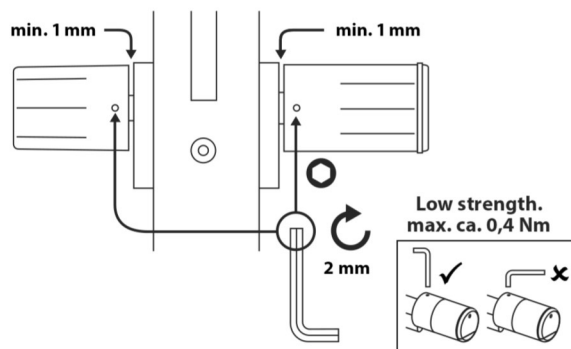

Abb. 6
- ⑥ Schrauben Sie die Madenschrauben wieder in die beiden Knäufe (Abb. 6).